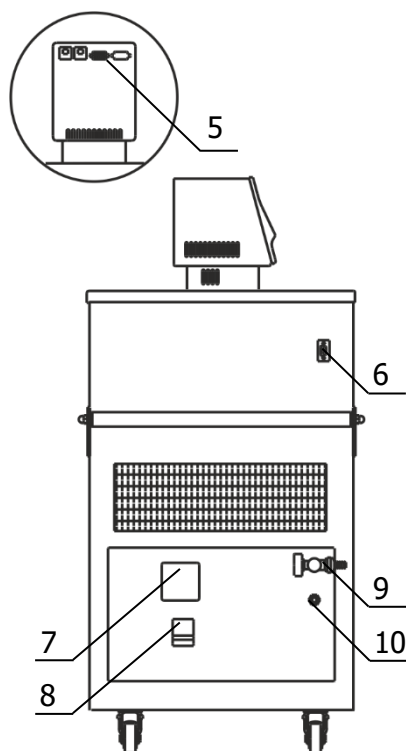

Рисунок 3 — Левая панель ванны термостата
2.2.5 К переливному штуцеру 10 (рисунок 3) присоединить гибкий шланг, второй конец которого опустить в емкость для сбора излишков теплоносителя объемом 1.5–2 литра.
2.2.7 Вставить вилку сетевого кабеля блока регулирования в розетку 7 (рисунок 3). Соединить кабелем из комплекта поставки блок регулирования (разъем 5) и холодильную машину (разъем 6). Сетевой кабель термостата подключить к питающей сети. Для этого в лабораторном помещении должна быть установлена электрическая розетка из комплекта поставки термостата.
2.2.8 Автоматический выключатель 8 (рисунок 3) перевести в положение «включено».
2.3.3 При работе термостата на температурах, близких к нижней границе диапазона регулирования необходимо доливать теплоноситель до момента слива его из переливного штуцера 10 (рисунок 3) при охлаждении термостата на каждые 10 °С.
- на короткое время перевести автоматический выключатель 8 (рисунок 3) в положение «выключено»;
2.4.4 Для повторного запуска холодильной машины после наступления аварийной ситуации необходимо отключить питание термостата, для этого перевести автоматический выключатель 8 (рисунок 3) в положение «выключено».
2.5.2 Надеть сливной шланг из комплекта поставки на кран 9 (рисунок 3) и закрепить его хомутом. Свободный конец шланга опустить в емкость для сбора теплоносителя объемом, превышающим объем термостата.